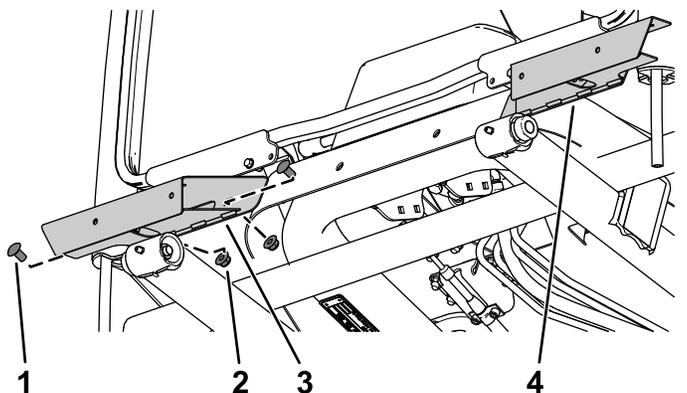

Figura 14
1. Sujete la base de la luz izquierda y la base de la luz derecha al bastidor de la cabina usando 2 pernos de cuello cuadrado ($\frac{3}{8}$ " x $\frac{3}{4}$ ") y 2 contratuercas ($\frac{3}{8}$ ") en cada lado (Figura 14).